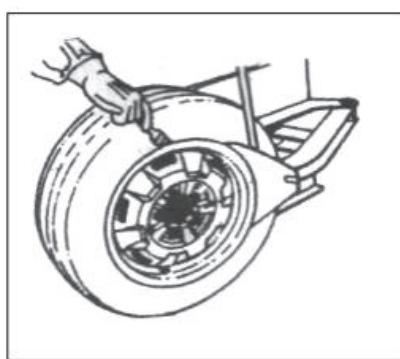

рис.18
4.1.2 Поместите шину между ножом для отрыва кромки шины и упором для монтажа и демонтажа шины (Рис. 18). Затем нажмите на педаль управления цилиндром отрыва кромки шины, чтобы отделить шину от обода диска (рис. 2-10 или 3-10). Повторите те же самые действия на других частях шины, чтобы она полностью отсоединилась от обода. Поместите колесо с шиной, отделенной от обода, на поворотный стол и нажмите на педаль управления зажимными кулачками (рис. 2-9; 3-9), чтобы зажать обод. Можно выбрать наружную ли внутреннюю фиксацию, чтобы зажать колесо, в зависимости от размера диска. Чтобы аккуратно отделить кромку, можно использовать кисточку для нанесения смазки или густой мыльной жидкости между кромкой и ободом диска.